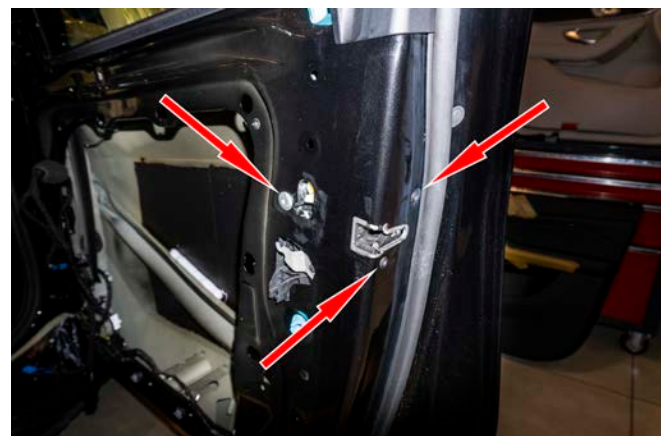

Рисунок 12 – Расположение винта крепления
9. Снять карту двери → открутить три винта «★Torx 30» крепления штатного замка → вытянуть замок (рис. 12).